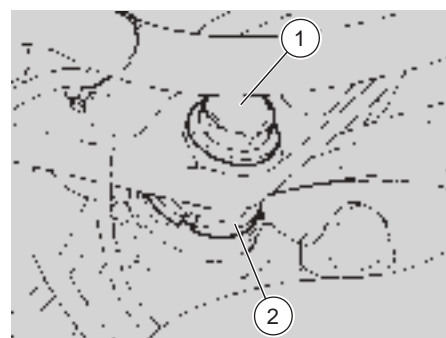

Fig. 43
- ◆ Allentare il dado (1 - Fig. 43) ed intervenire con l'apposita chiave sulla ghiera di registro (2 - Fig. 43) recuperando il gioco.
- ◆ Serrare a fondo il dado (1 Fig. 43).